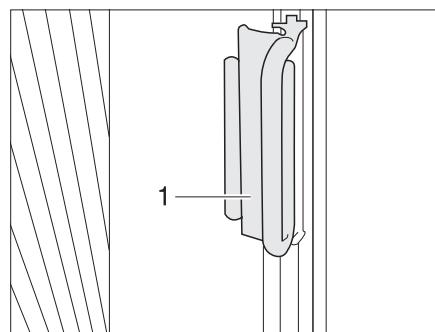

Figura 15 Tirador del estor plegable para el parabrisas
- Sujetar cada vez el tirador (Figura 15,1) de los estores plegables a ambos lados de la luna delantera y tirarlos cuidadosamente hacia el centro de la luna delantera, hasta que el cierre magnético mantenga cerrado el estor plegable.
- Empujar el tirador (Figura 15,1) a la pieza sobrepuerta. El estor plegable está asegurado.